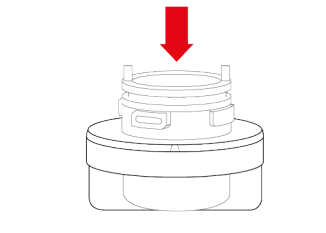

Fig. 1-19
26.5 – Inserire il sanificante all'interno del tappo per sanificazione mantenendolo rivolto verso l'alto, vedi Fig. 1-19.